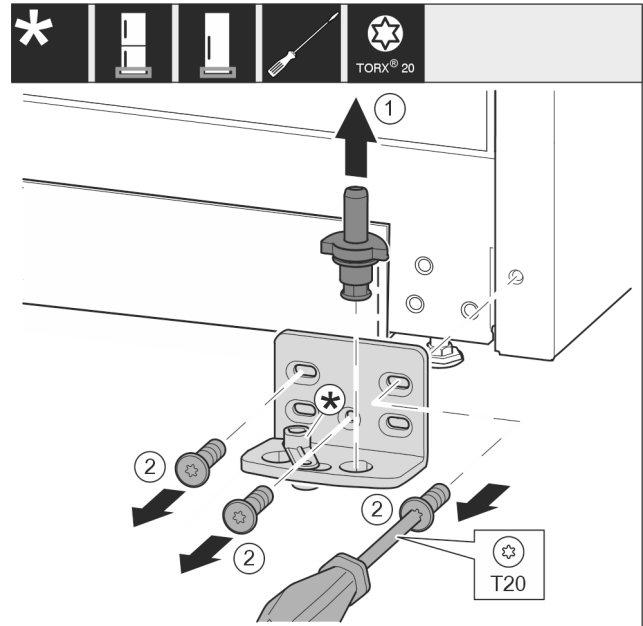

Fig. 13
- Lagerbouten compleet vanaf de bovenkant eruit trekken. Fig. 13 (1)
- Schroeven met schroevendraaier T20 eruit draaien en de lagerbus eraf halen. Fig. 13 (2)